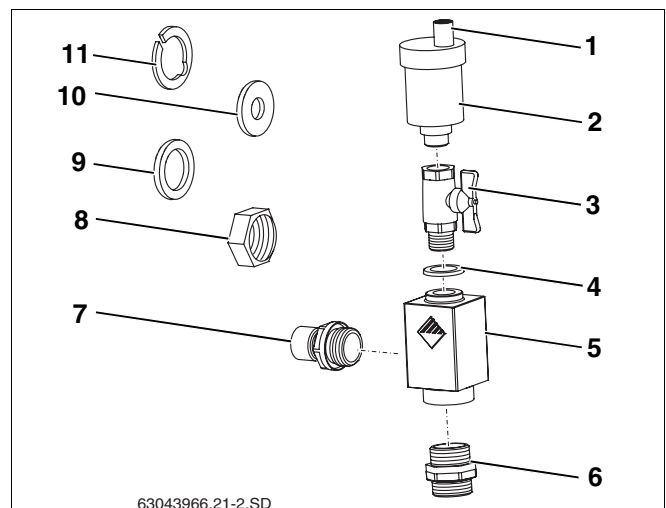

Fig. 59 Conjunto de purga universal
A instalação solar é purgada através do parafuso sem cabeça. Quando está em funcionamento e para não entrar humidade na instalação solar devido ao parafuso sem cabeça aberto, a tampa protectora (fig. 59, **item 1**) deve sempre estar colocada sobre o parafuso sem cabeça.
#### Fornecimento do conjunto de purga universal (fig. 59):